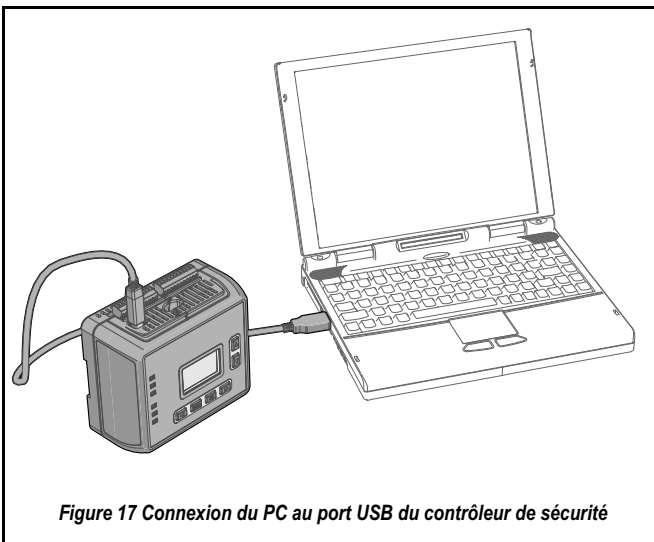
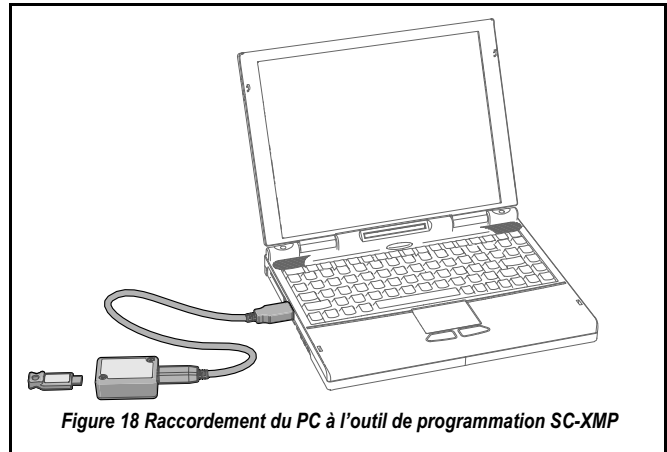

Figure 17 Connexion du PC au port USB du contrôleur de sécurité
Figure 18 Raccordement du PC à l'outil de programmation SC-XMP
Le contrôleur de sécurité est raccordé à un PC par l'intermédiaire d'un câble USB A/B (Figure 17 en page 26). Ce câble sert aussi à raccorder le PC à l'outil de programmation SC-XMP (voir Figure 18 en page 26) pour télécharger une configuration sur la carte XM.
- 1) En se référant à la Figure 17 en page 26, raccorder le câble USB A/B au contrôleur de sécurité et au PC avec le logiciel PCI chargé et configuré.
L'outil de programmation SC-XMP est pratique pour transférer une configuration d'un PC (utilisant le logiciel PCI) à une carte XM ou d'une carte XM au PC, sans avoir besoin de se servir du contrôleur de sécurité SC22-3. Il se raccorde au PC par l'intermédiaire du câble USB A/B et du port USB du PC (voir Figure 18 en page 26).
- 1) En se référant à Figure 18 en page 26, raccorder l'outil de programmation SC-XMP.
La prise SC-XM1 mémoire externe XM est un module de mémoire amovible qui peut enregistrer ou servir à transférer une configuration. La carte XM dispose sur son envers d'un autocollant où on peut écrire le nom d'une configuration ou l'identification d'une machine. La carte XM est illustrée raccordée au contrôleur de sécurité SC22-3 dans la Figure 18 en page 26.